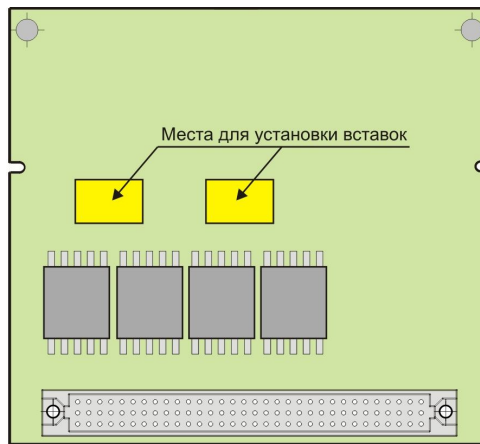

Рисунок 16 - Места установки линейных вставок
- 4) Установить вставки необходимого типа на специальные посадочные гнезда (см. рис. 16).